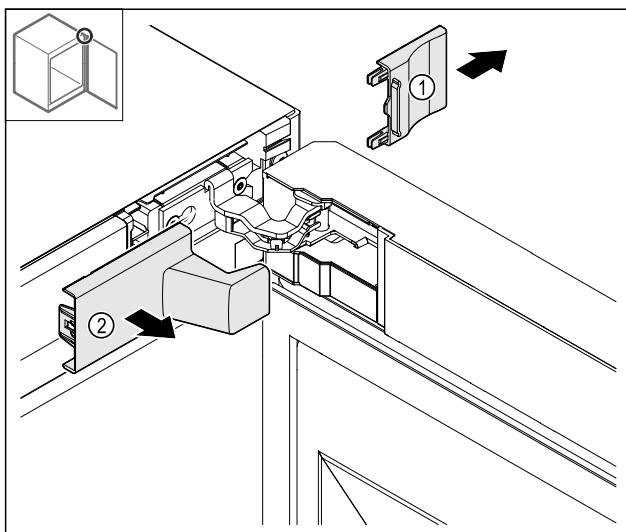

Fig. 13
- Αφαιρέστε το κάλυμμα Fig. 13 (1) και μετά το Fig. 13 (2).